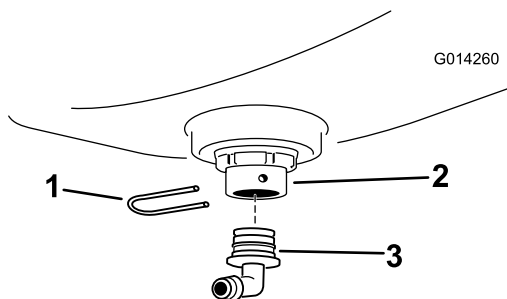

Figura 9
3. Instale un acoplamiento de 90° en el pasamuros y sujete el acoplamiento de 90° con una horquilla de retención (Figura 9).
5. Conecte el segmento de manguera de 43,3 cm que cortó en Corte la manguera \(página 5\) al acoplamiento de 90° con una abrazadera, y apriete la abrazadera a mano (Figura 9).